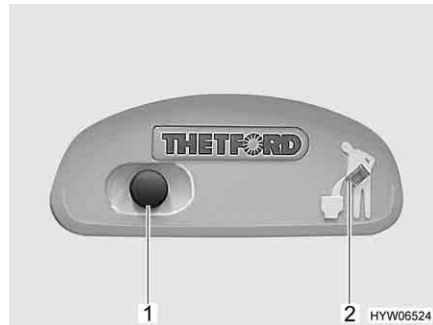
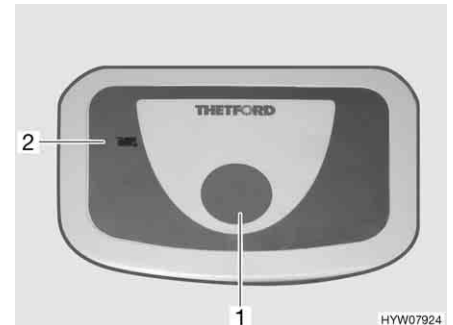

Bild 193 Spülknopf/Kontroll-Leuchte Thetford-Toilette
Bild 194 Spülknopf/Kontroll-Leuchte Thetford-Toilette (Alternative)
- Zum Spülen den blauen Spülknopf (Bild 193,1 bzw. Bild 194,1) drücken.
Die Kontroll-Leuchte (Bild 193,2 bzw. Bild 194,2) leuchtet, wenn der Fäkalientank entleert werden muss.